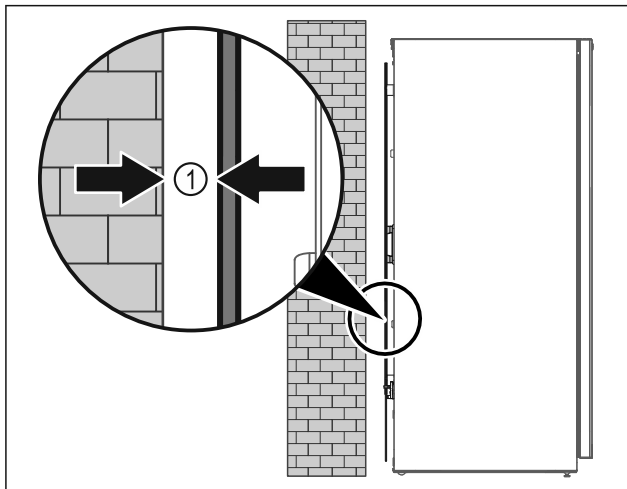

Fig. 6
- ▶ Urządzenie ustawić swobodnie w pomieszczeniu lub bezpośrednio przy ścianie z minimalnym odstępem 5 mm Fig. 6 (1).